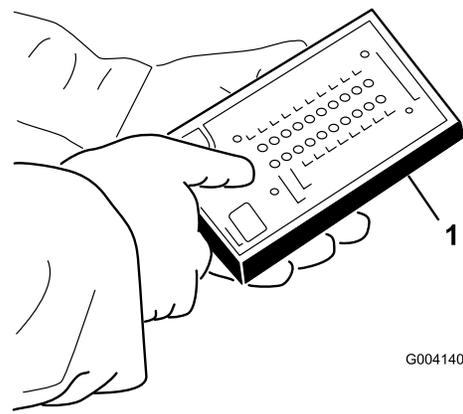

Figura 39
3. Ligue o conector do visor ACE de diagnóstico ao conector de fios (Figura 39). Certifique-se de que o autocolante com o desenho correcto está colocado no visor ACE de diagnóstico.